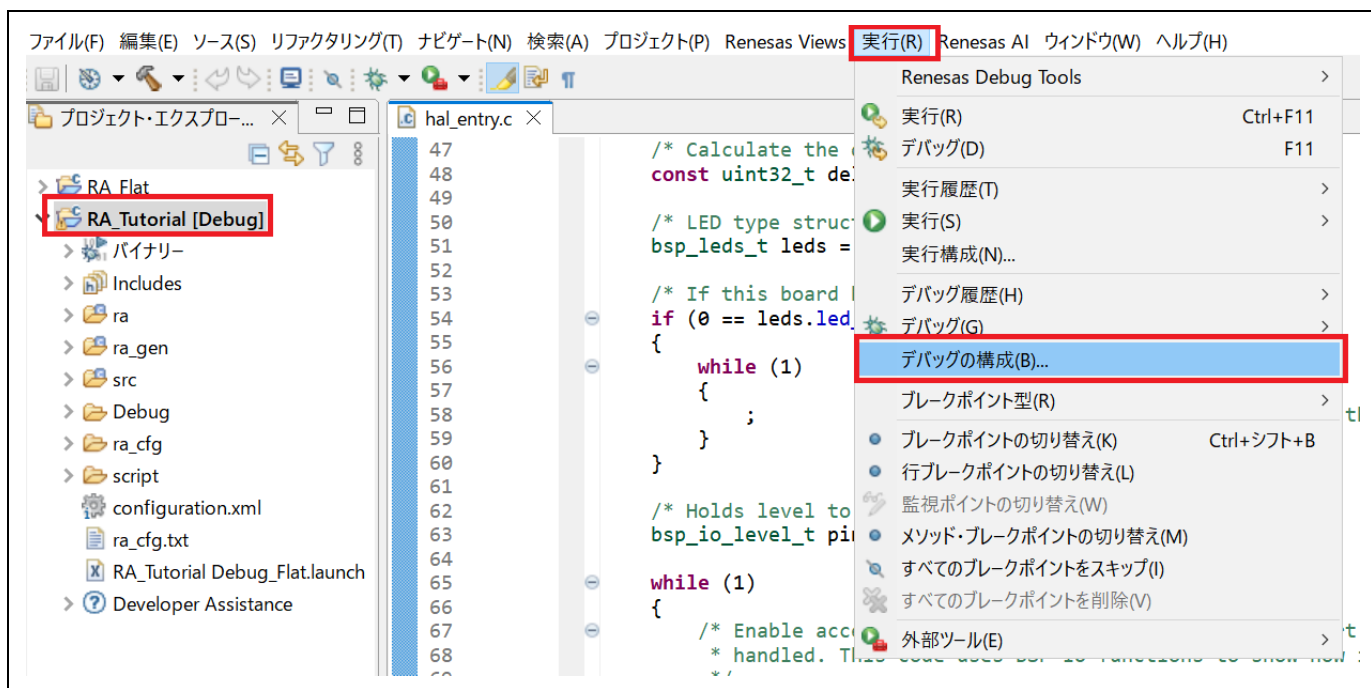

図 5-2 デバッガー [デバッグ構成] ウィンドウを開く
- (1) [デバッグ構成] ウィンドウを開きます（「図 5-2 デバッグ – [デバッグ構成] ウィンドウを開く」参照）。
- (2) [デバッグ構成] ウィンドウの左ペインに表示されたデバッグ構成（例：“RA_Tutorial Debug_Flat”）を選択し、 アイコンをクリック（現在選択している起動構成をコピー）すると、複製されたデバッグ構成（例：“RA_Tutorial Debug_Flat(1)”）が作成されます。
- (3) デバッグ構成は「5.1 既存デバッグ構成の変更」で説明した方法で設定できます。